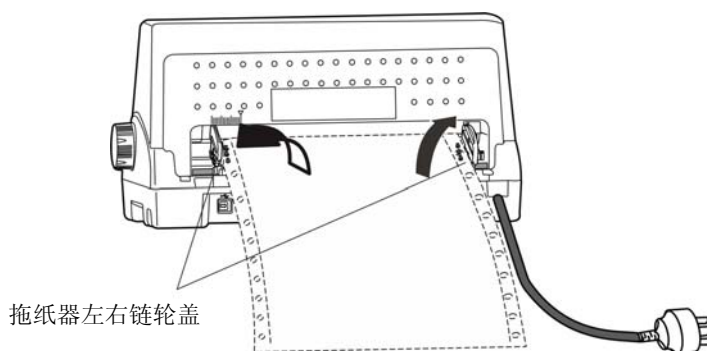

图 3-7 将连续纸安装在拖纸器上
4. 打开拖纸器左右链轮的链轮盖，将纸装入拖纸齿形带上（如图 3-7 所示）。